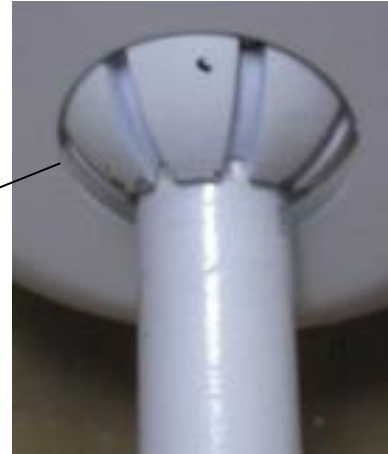

Fig. 7B
**NOTA:** la testa del ventilatore può oscillare di 60°. Sul giunto sferico sono presenti delle fessure (Fig. 7B) che permettono di regolare l'orientamento del ventilatore.